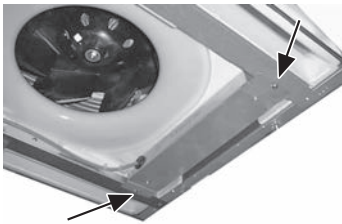

図3-1
- 2) 制御箱を本体断熱材の切欠き部に合わせ、付属の PTT ネジ 2 本で締め付けます。(図3-1 →部)